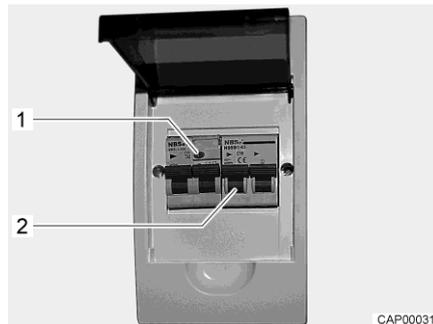

Fig. 52 Coffret de fusibles 230 V avec disjoncteur de protection de circuit et disjoncteur FI
Un disjoncteur différentiel (disjoncteur FI) dans le coffret de fusibles protège tout le véhicule contre le courant différentiel (0,03 A). Le disjoncteur de protection de circuit connecté en aval (10 A) (Fig. 52,2) protège le réseau de bord 230 V.
- Lorsque le véhicule est raccordé à l'alimentation 230 V, appuyer sur la touche de contrôle (Fig. 52,1). Le disjoncteur différentiel doit se déclencher.